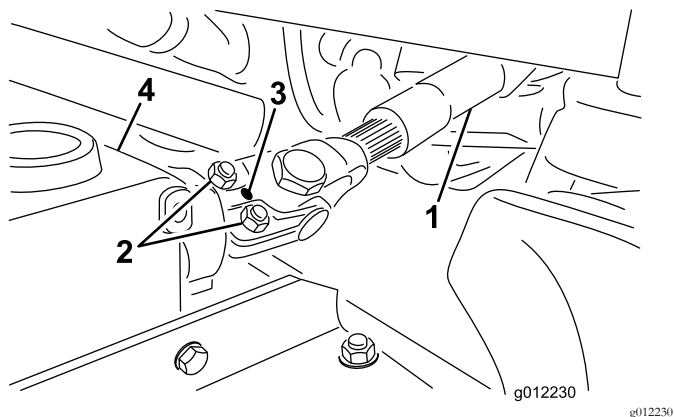

图4
- A. 从端轭和齿轮箱轴卸下滚销**图4**。
B. 松开2个平头螺丝和锁紧螺母 图4。
- 用滚销将 PTO 驱动轴的端头固定至齿轮箱轴 图4。
- 拧紧锁紧螺母将端头固定到齿轮箱轴 图4。上紧锁紧螺母扭矩至 2025Nm。